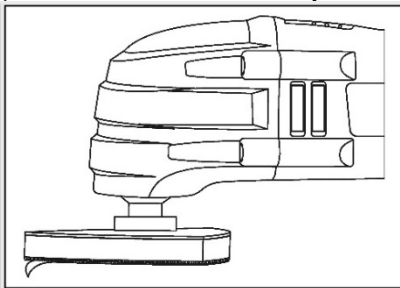

Рис.4
- Снимите использованный шлифовальный лист за один из углов – см. Рис.4.